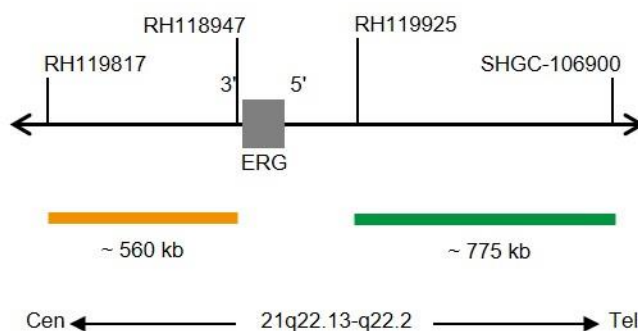

Fig. 1 : Carte de la sonde SPEC ERG (pas à l'échelle)
- Polynucléotides marqués au ZyGreen (excitation 503 nm/émission 528 nm) (~10,0 ng/μl), qui ciblent des séquences en 21q22.2\* (chr21:40,078,039-40,850,582) distale de la région des points de rupture de rupture d'ERG (voir figure 1).
- Polynucléotides marqués au ZyOrange (excitation 547 nm/émission 572 nm) (~4,5 ng/μl), qui ciblent des séquences en 21q22.13-q22.2\* (chr21:39,171,790-39,733,849) proximale de la région des points de rupture d'ERG (voir figure 1).